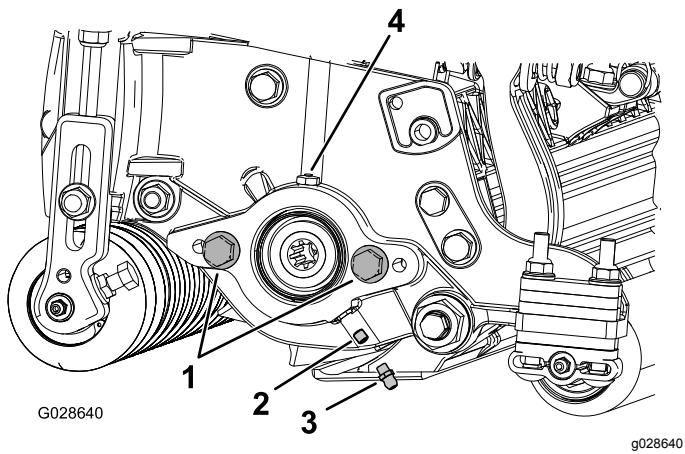

図 4
1. リールモータのサイドプレートの固定ねじを外す。ねじは廃棄する 図 4。
2. グリスフィッティングストレー取り付ける 図 4。
2. リールモータのサイドプレートにキャップスクリュが付いていない場合は取り付ける 図 4。
| 5. サイドプレートからグリスを注入する。グリスベントからグリスが漏れてくるまで入れること 図 4 。 |